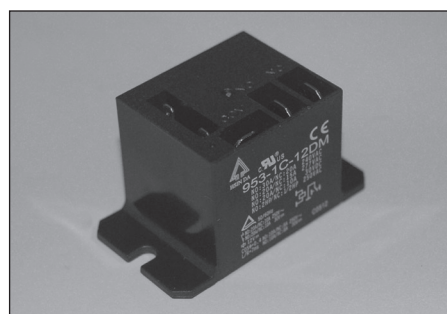
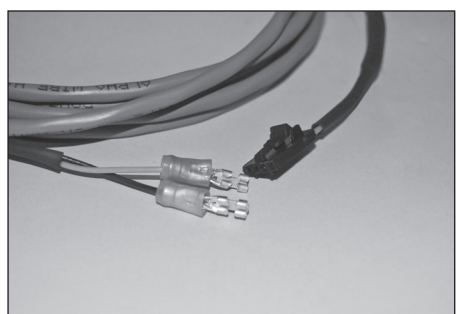

Figura 14
Figura 15
3. Utilizando dos cables de termostato conductores (suministrados por el instalador), instalar los terminales hembra a un extremo del cable y sujetar los terminales al otro extremo del cable. Conectar el cable desde el terminal C (común) del módulo disyuntor de alimentación y NO (normalmente abierto) a los terminales TT del relé primario del quemador de aceite, como se indica en las Figuras 8 y 9. Instalar el cable conector, Figura 15, a los terminales R1 y R2 del módulo disyuntor de alimentación. Direccional el cable conector a la Unidad de control e insertar el extremo del conector entrelazado en la placa de circuito.
3. Utilizando dos cables de termostato conductores, instalar los terminales hembra a un extremo del cable y sujetar los terminales al otro extremo del cable. Conectar el cable desde el terminal C (común) del módulo disyuntor de alimentación, Figura 14, al terminal "SPARK" del control electrónico y NO (normalmente abierto) al conjunto de electrodo piloto como indica el Diagrama 2, Figuras 12 y 13. Nota: hemos realizado todos los esfuerzos posibles para suministrar todos los accesorios de montaje necesarios para una instalación completa. Sin embargo, las conexiones de los terminales utilizadas para conectar el conjunto de electrodo piloto al control electrónico varían según el fabricante. A pesar de que hemos incluido en el cierre de detector de agua varios conectores utilizados por importantes fabricantes, es posible que los conectores de unión específicos no estén incluidos. Si el conector necesario no está incluido, puede adquirirse en forma local en cualquier tienda de suministros electrónicos. Instalar el cable conector, Figura 15, a los terminales R1 y R2 del módulo disyuntor de alimentación, direccional el cable conector a la unidad de control e insertar el extremo del conector entrelazado en la placa de circuito.